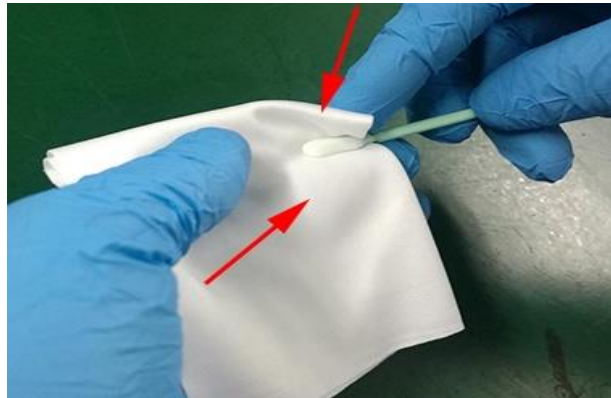

图 7.6
(5) 镜片污染严重，可使用无尘布清理。取一块干净的无尘布对折 2 次，将镜片清洁剂喷在对折后的直角位置，如图五。一手握住镜片（注意手指不可接触镜片上下端面），另外一只手拿无尘布，涂有镜片清洁剂的一面紧贴要清理的镜片表面，用食指轻压另外一面，轻轻用力将无尘布沿镜片表面做顺时针转动，如图 7.6。